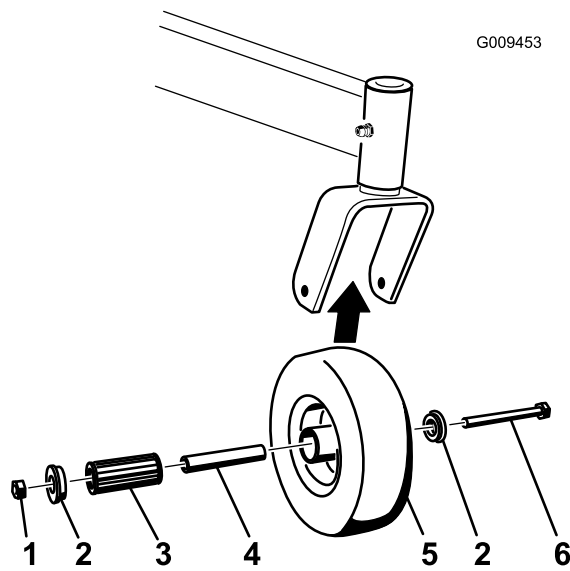

図 60
1. キャスタホイールをキャストフォークに保持しているボルトとロックナットを外す（図 60）。
2. ブッシュを外し、スパナブッシュとローラベアリングをハブから外す (図 60)。
3. ホイールハブから他のブッシュを取り外し、ホイールハブについているグリスやごみをきれいに取り除く (図 60)。
注 破損したり磨耗したりしている部品は交換する (図 60)。
5. ホイールハブにベアリングを1個入れる (図 60)。
6. ローラベアリングとスパナブッシュにグリスを塗って、ホイールハブに取り付ける (図 60)。
7. ハブにもうひとつのブッシュを入れる (図 60)。
8. キャスタホイールをキャスタフォークに取り付け、ホイールボルトとロックナットで固定する (図 60)。
9. スパナブッシュがキャスタフォーク内部に当たるまでロックナットを締め付ける (図 60)。